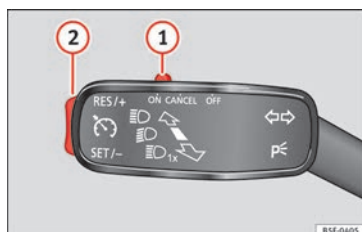

Fig. 39 À gauche de la colonne de direction : contacteur et commandes d'utilisation du GRA.
- Connecter le GRA : déplacez le contacteur » **fig. 39 (1)** sur **ON**. Le système s'allume. Étant donné qu'aucune vitesse n'a été programmée, le système ne règle pas la vitesse.
- Activer le GRA : appuyez sur le bouton » **fig. 39 (2)** dans la zone **SET/-**. La vitesse fixée est alors mémorisée et maintenue.
- Déconnecter le GRA temporairement : déplacez le contacteur » **fig. 39 (1)** sur **CANCEL** ou appuyez sur la pédale de frein. Le réglage est désactivé temporairement.
- Reconnecter le GRA : appuyez sur le bouton » **fig. 39 (2)** sur **RES/+**. La vitesse mémorisée sera de nouveau enregistrée et réglée.
- Augmenter la vitesse programmée pendant le réglage du GRA : appuyez sur le bouton (2) sur **RES/+**. Le véhicule accélère jusqu'à la nouvelle vitesse enregistrée.
- Réduire la vitesse programmée pendant le réglage du GRA : appuyez sur le bouton (2) sur **SET/-** pour réduire 1 km/h (1 mph). La vi-
- Déconnexion du GRA : déplacez le contacteur » **fig. 39 (1)** sur **OFF**. La vitesse mémorisée est effacée et le système est déconnecté.